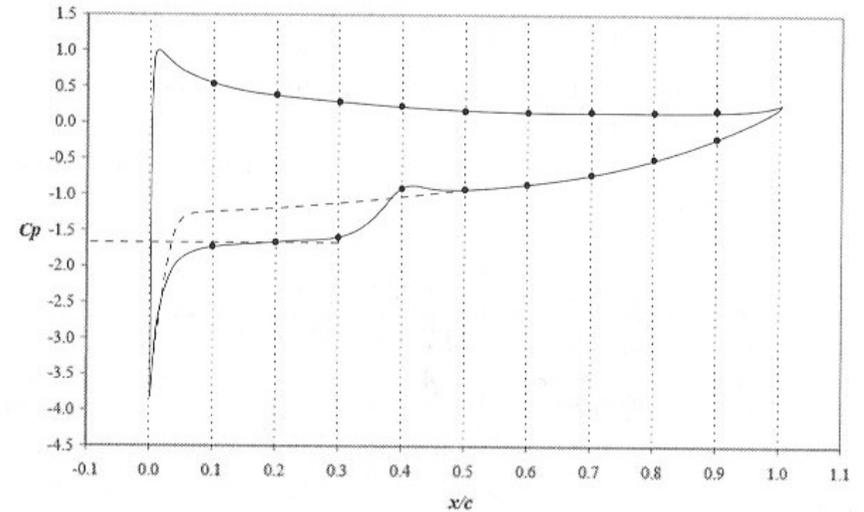

FIGURE 8
- Pour $\alpha = 6^\circ\text{C}$ et pour une profondeur $h_2 = 0.5\text{ m}$ donnée, on obtient les courbes données figure 8.